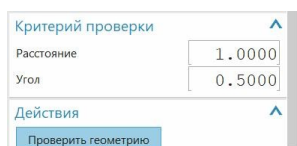

рис.128
- В нижней части окна, в поле «**Критерий проверки**», в окошке «**Расстояние**» поставим цифру **1 мм**. (рис.128). Это означает, что «крошечными» элементами следует считать все элементы поверхности, размер которых **меньше одного миллиметра!** Обязательно нажмите на кнопку «**Проверить геометрию**» (рис.128).